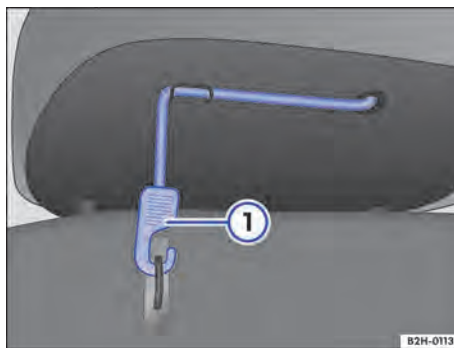

Fig. 69 Debajo del asiento trasero: cinta de sujeción de la banqueta.
Las dos partes de la banqueta del asiento trasero pueden levantarse por separado. Cada parte tiene una cinta de sujeción en el lado inferior → fig. 69.
1. Desenganche la cinta → fig. 69 ① de su fijación en la parte inferior de la banqueta.
3. Coloque la cinta en el alojamiento dispuesto debajo de la banqueta y engánchela en la fijación → fig. 69.